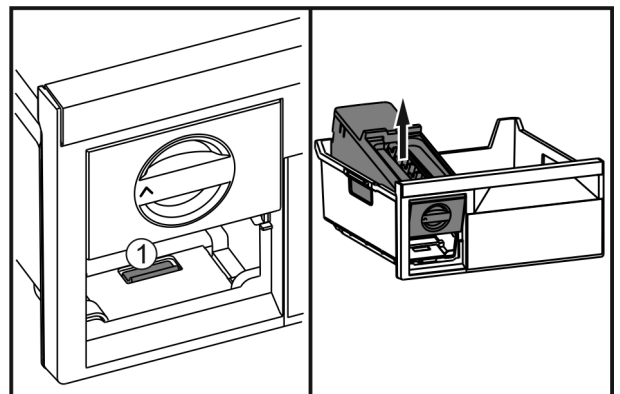

Fig. 50
- ▶ Stlačte sponu Fig. 50 (1), nadvihnite zariadenie EasyTwist-Ice zozadu a vyberte ho zo zásuvky na zmrazovanie.